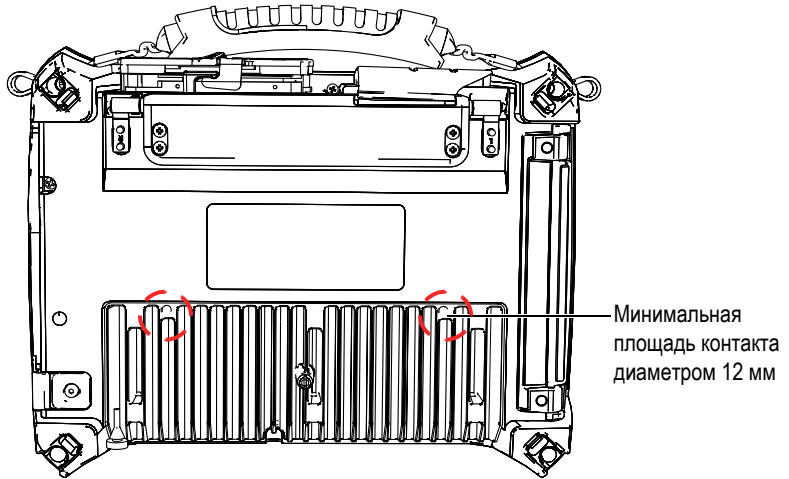

Рис. 2-9 Контактная поверхность
- Убедитесь, что площадь контакта между опорной поверхностью и прибором составляет как минимум 12 мм в диаметре (см. Рис. 2-9 на стр. 33).